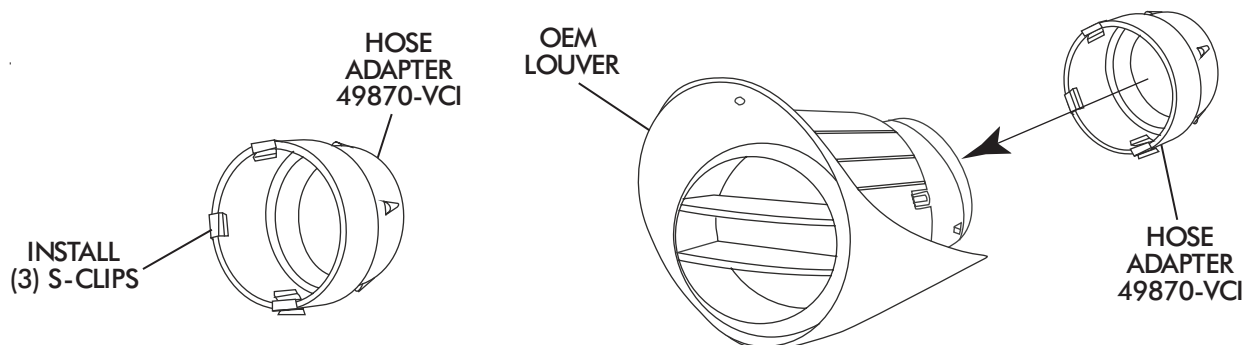

FIGURE 7
- INSTALL S-CLIPS ON HOSE ADAPTERS AS SHOWN IN FIGURE 7 BELOW.
- INSTALL DRIVER & PASSENGER SIDE HOSE ADAPTERS OUTSIDE OEM LOUVERS. SEE FIGURE 7 BELOW.